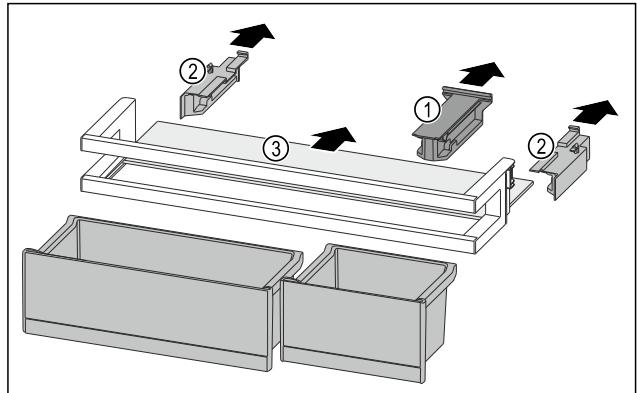

Fig. 143
- Halteteil Fig. 143 (1) abziehen.
- Seitenteile Fig. 143 (2) abziehen.
- Abstellfläche Fig. 143 (3) entnehmen.